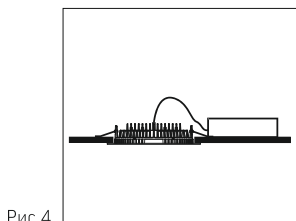

Рис.4
- Так выглядит установленный светильник рис. 4, рис. 4а.
Рис.4а